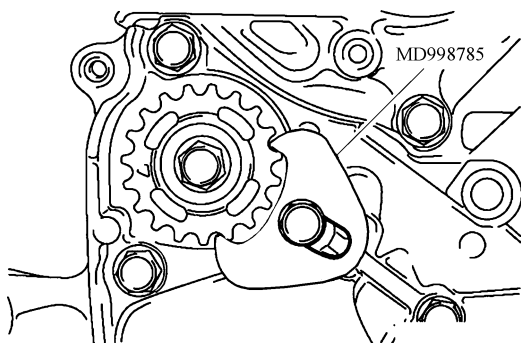

图 28-32 使用专用工具安装平衡轴链轮
- 2) 按照图 28-32 所示，安装专用工具 MD998785，固定住平衡轴。